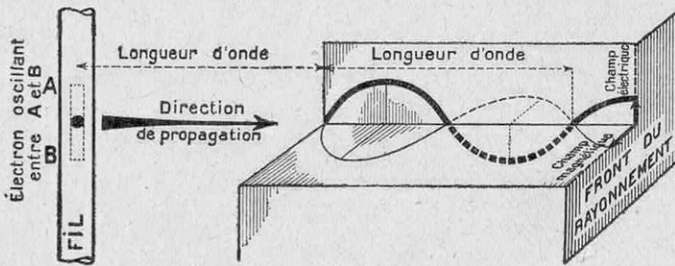

FIG. 14. — UN ÉLECTRON OSCILLANT ÉMET UN RAYONNEMENT HERTZIEN
Notre figure 14 fait comprendre en quoi ce rayonnement consiste. Dans un fil, qui sera, si l'on veut, une portion d'antenne émettrice ou un bout du primaire d'un transformateur, considérons l'oscillation d'un électron entre ses deux positions extrêmes A et B. S'il s'agit d'un transformateur alimenté par le secteur (fréquence : 50 cycles), l'électron oscillera à raison de 50 vibrations par seconde ; chaque trajet A B A durera un cinquantième de seconde. Pendant un cinquantième de seconde, le rayonnement aura franchi une distance qu'on nomme *longueur d'onde* : la longueur d'onde d'un rayonnement électromagnétique est le chemin parcouru par celui-ci pendant le temps où l'électron émetteur effectue une oscillation complète (1).
La droite de la figure 14 représente, à un instant donné, les valeurs des champs magnétique et électrique, toujours égaux, qui se propagent de la gauche vers la droite, à raison de 300.000 kilomètres par seconde. A l'instant considéré, les deux champs sont nuls à une longueur d'onde de l'électron ;
Remarquons aussi (fig. 14) que les maxi-
Branchons-nous, maintenant (fig. 16), sur un réseau de distribution à courant alternatif : nous savons que les électrons du primaire vont se mettre à osciller, sur place, à la fréquence de 50 cycles. D'après ce que nous avons vu (fig. 14), il va y avoir propagation, dans l'espace environnant, d'un champ électromagnétique (2), qui atteindra les électrons libres, présents dans la masse métallique du secondaire. Avant que le champ électromagnétique n'y parvienne (avant qu'on ferme le circuit primaire), ces électrons se trouvaient dans un état d'agitation désordonnée et parfaite-
En haut : les transformateurs ne fonctionnent pas en courant continu, car l'écoulement des électrons n'est pas accompagné de transport d'énergie à distance. Au centre : en courant alternatif, les oscillations électroniques du primaire émettent un champ électromagnétique (voir, pour les détails, la figure 14) qui, en atteignant les électrons du secondaire, les font osciller, d'où naissance d'un courant alternatif de même fréquence. En bas : l'ensemble antenne émettrice-cadre récepteur est tout à fait analogue à l'ensemble primaire-secondaire d'un transformateur.
(1) La longueur d'onde correspondante (fig. 14) est environ 1.500 mètres.
(2) Sans revenir sur les *fours à induction* (voir p. 268.)